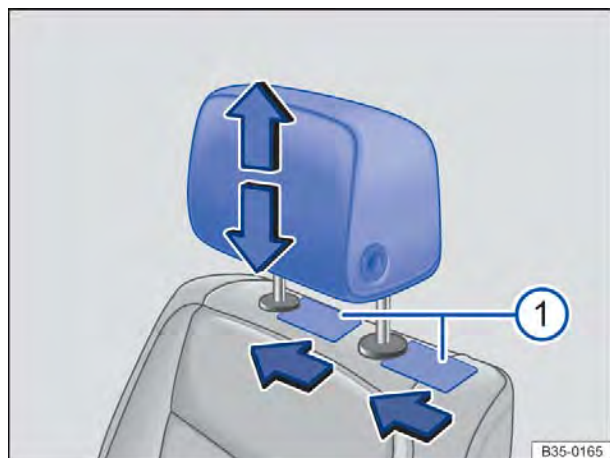

Fig. 45 Desinstalar o apoio para cabeça dianteiro.
- Empurrar um objeto plano, por exemplo, um cartão de plástico, respectivamente nos dois lados entre o revestimento do encosto do banco e a capa de cobertura da barra guia do apoio para cabeça e, ao mesmo tempo, com uma leve pressão, destravar as barras retentoras Fig. 45 .
- Ajustar os apoios para cabeça de acordo com a posição correta no banco Fig. 45 ⇒ Página 75.